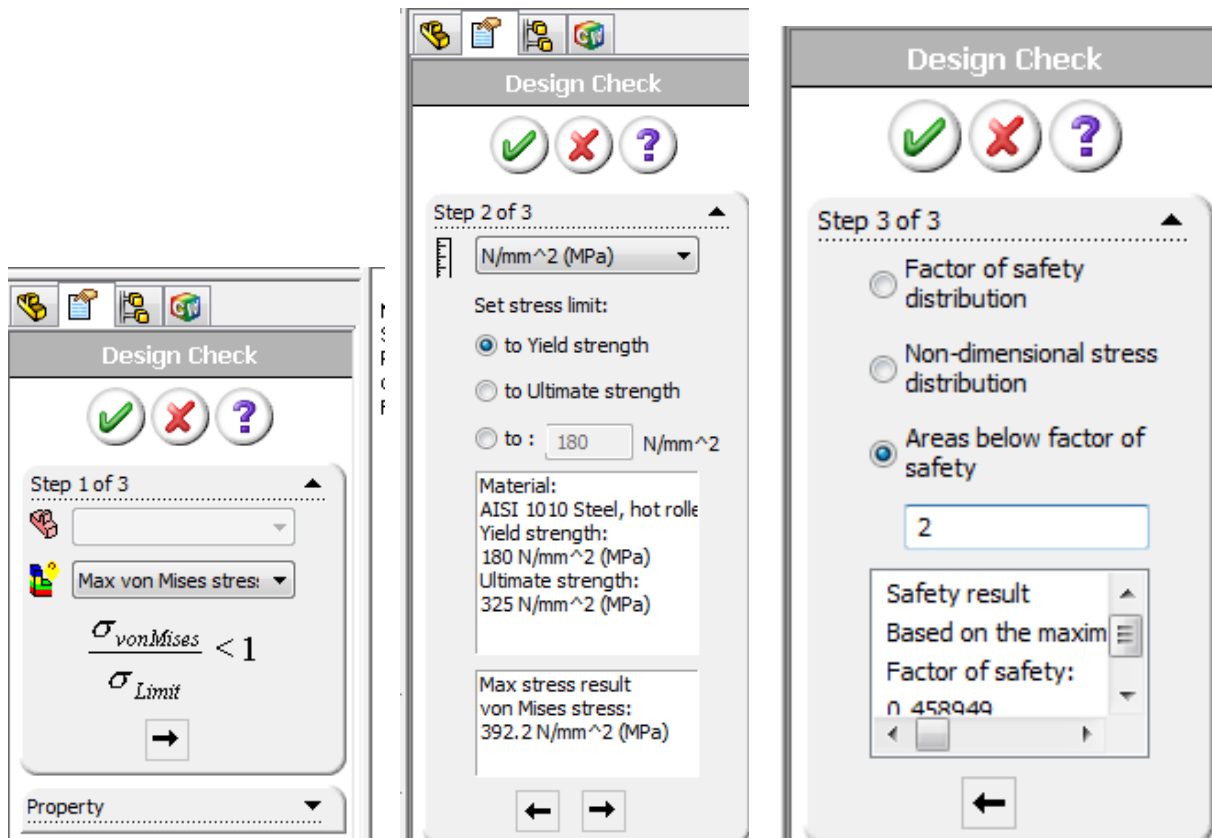

Рис. 2.8. Налаштування діаграми запасу міцності
12. Зайдіть у папку **Design Check** (Проверка прочности) і виконайте настройки діаграми згідно рис. 2.8, викликавши діалогове вікно за допомогою вибору у контекстному меню діаграми пункта **Edit Definition** (Редактировать определение).